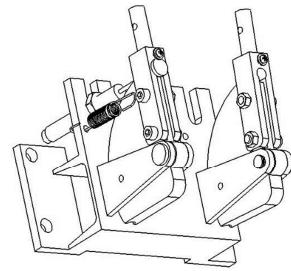

图 24 拉簧的安装
3. 将组装刹车线后的手柄连接杆重新组装至远程控制盒,拉簧的安装位置由内侧更改到外侧,拉簧缺口向外,并用螺栓压紧(8~10N.m)(拉簧在内侧会有干涉)。(P9 图 24);